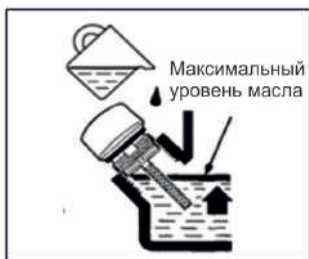

Рис. 23
6. Установите электростанцию на горизонтальной поверхности и залейте новое моторное масло рекомендованное производителем до нижней кромки маслозаливной горловины (рис. 23).